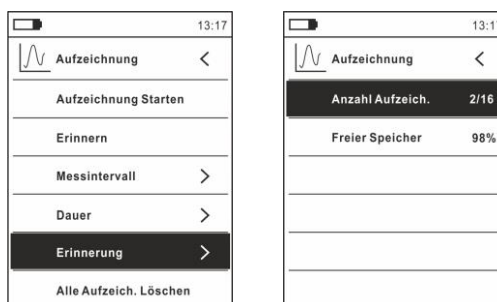

Fig. 41: Data Logger Funktion – Inhalt des Speichers
23. Wählen Sie den Eintrag “Erinnerung” (siehe Fig. 41 – linke Seite) und drücken Sie die Taste **►**. Die Bildschirmseite in Fig. 41 – rechte Seite erscheint im Display